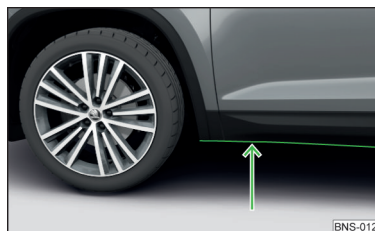

Fig. 262
- Înainte de traversarea zonei inundate, stabiliți adâncimea apei. Nivelul apei poate să ajungă maxim până la marginea inferioară a pragului » fig. 262.